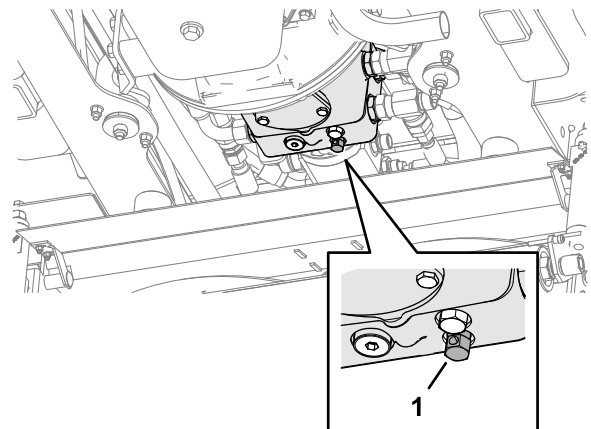

Figura 38
- Encima de la unidad de corte central, cierre la válvula de derivación en la bomba de transmisión girándola en sentido horario (Figura 38).